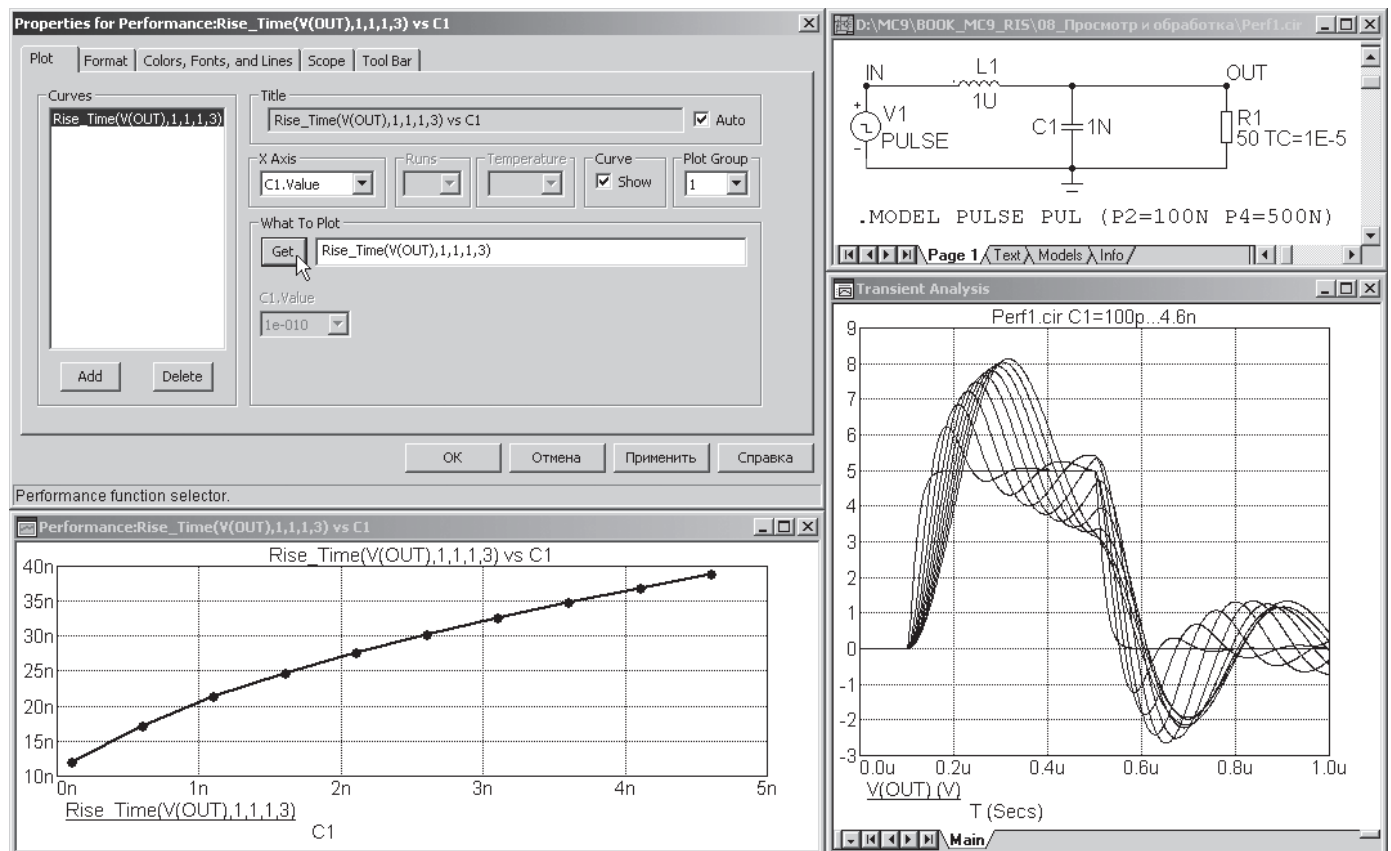

Рис. 8.6. Задание функций Performance в окне Performance Window
Построение графиков функций *Performance* возможно только после проведение многовариантного анализа (***Stepping*** или ***Monte Carlo***). Для многовариантного анализа ***Stepping*** можно построить двумерные (рис. 8.6 и схемный файл *Perf1.cir*) и трехмерные графики функций *Performance* (схемный файл *Perf1_02.cir*) в зависимости от количества вложений варьируемых параметров.
Предположим, что анализ переходных процессов в колебательном контуре (рис. 8.6) проводился при изменении емкости конденсатора *C1* от 100пФ до 4600пФ с шагом 500пФ. Многовариантный анализ организован с помощью соответствующих установок окна *Stepping*.
1. Для построения графиков может быть использована команда меню соответствующего анализа ***Add Performance Window***, а затем в разделе ***Plot*** окна ***Properties (F10)*** из списка, вызываемого нажатием кнопки *GET*, выбирается необходимая функция (рис. 8.6). В рассматриваемом примере строится зависимость времени переднего фронта (*Rise_Time*) от емкости *C1*.
Допустим в рассматриваемом схемном примере (рис. 8.6) ставится задача измерения переднего фронта импульса (времени нарастания от 0.1 до 0.9 установившегося значения). Таким образом, необходимо измерить время нарастания напряжения $V(out)$ от 0.5 В до 4.5 В. Сначала выбирается режим
В режиме *Cursor Mode* курсоры графиков помещаются последовательно в две выбранные точки и вычисляется разность координат *X* для этих точек. Функции *Rise_Time* и *Fall_Time* можно использовать для измерения времени нарастания и спада импульсных сигналов (см. рис. 8.6, 8.7).